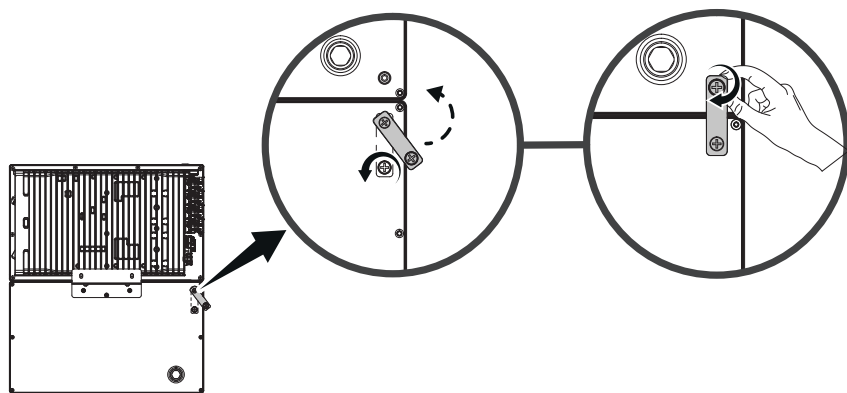

Fig. 13
3. Allentare il bullone del connettore di fissaggio che si trova sul retro del modulo batteria (↗Fig. 13).
4. Ruotare il connettore e avvitare il bullone in corrispondenza del foro sul retro del mini sistema di accumulo SENEK (↗Fig. 13).